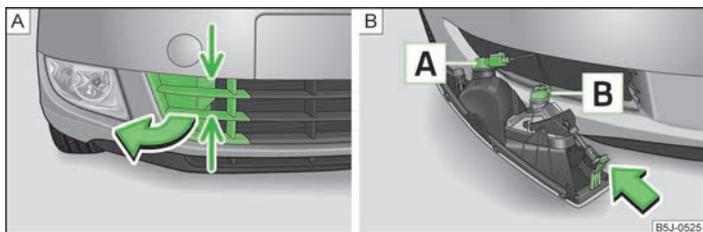

Fig. 147 Paragolpes delantero: Rejilla protectora/desmontaje del faro antiniebla
Asignación de bombillas » fig. 147.
» Agarrar la rejilla protectora por el punto indicado por flechas » fig. 147 - **A** y sacar la caperuzita protectora.
- » Meter la mano en la apertura en la rejilla protectora y presionar la pestaña de enclavamiento » fig. 147 - **B** en el sentido de la flecha.